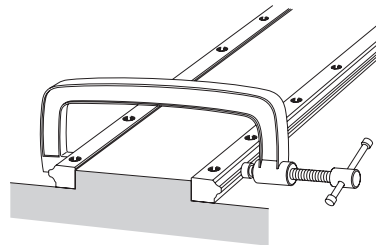

Abb. 22
- (2) Die Führungsschienen mit Schraubzwingen oder ähnlichen Hilfsmitteln gegen die Bezugsflächen pressen. Die Befestigungsschrauben einsetzen und von der Mitte aus nach außen der Reihe nach mit einem Drehmomentschlüssel auf das empfohlene Drehmoment festziehen (siehe S. **B1-101**, Abb. 22).